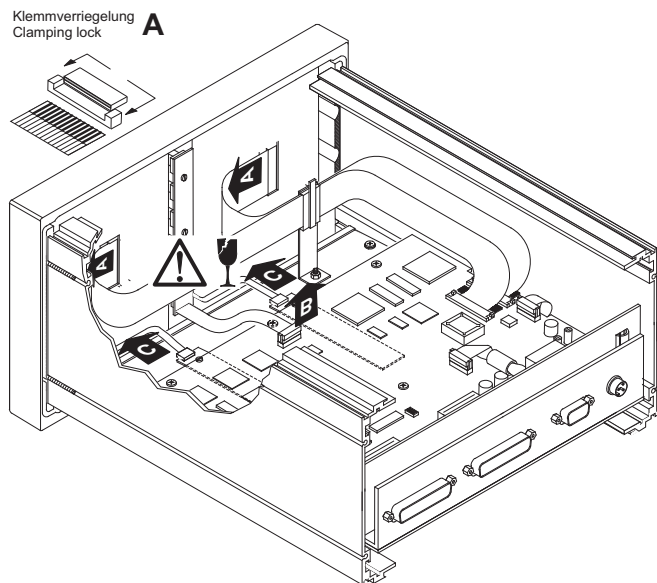

Bild D 8-3: Lösen von Verbindungs- und Flachbandkabeln
2. Entfernen Sie an den Displays vorsichtig die Flachbandkabel aus den Klemmverriegelungen (siehe Bild D 8-3, A). Entfernen Sie dann vorsichtig auf der Hauptplatine den Steckverbinder des Tastenprintkabels (siehe Bild D 8-3, B). Entfernen Sie zuletzt vorsichtig die Verbindungskabel der Displays von den Invertern auf der Unterseite der Hauptplatine (siehe Bild D 8-3, C). Achten Sie darauf, die Flachbandkabel nicht durch Verkanten zu beschädigen.